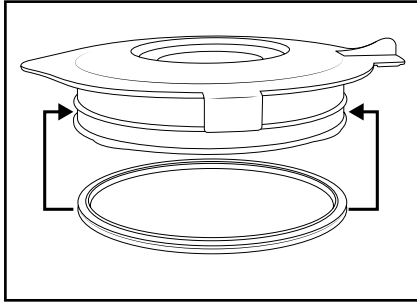

Abb.3
- Reinigen Sie die Dosierkappe **1** und den Deckel **2** in milder Seifenlauge. Für die Reinigung mit der Hand können Sie die Gummidichtung **9** entfernen. Achten Sie darauf, dass die Gummidichtung **9** wieder richtig aufgesetzt ist, bevor Sie den Deckel **2** erneut verwenden (Abb. 3).